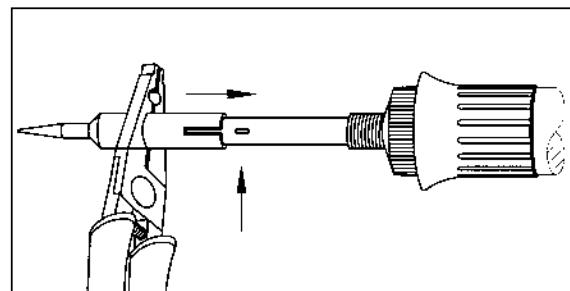

Abbildung 8
- Neue Spitze aufstecken, beim Aufschieben der Spitze darauf achten, dass der Noppen des Heizkörpers im Schlitz der Lötspitze liegt (Abb. 8). Dadurch wird die Spitze positioniert und gegen Verdrehung gesichert.